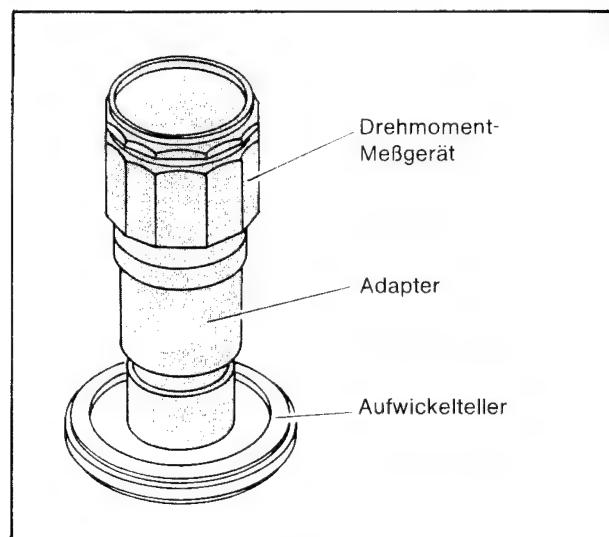

Bild 2-23
- Den Drehmomentmesser auf den Aufwickelteller setzen (Bild 2-23).